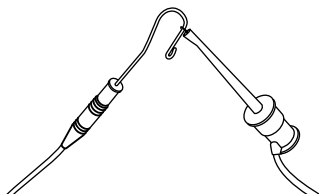

Рис. 8 Активирование апекс локатора при помощи губного электрода и зажима для файла
2. Для включения апекс локатора приложите губной электрод к зажиму для файла примерно на 3 сек. (см Рис. 8)